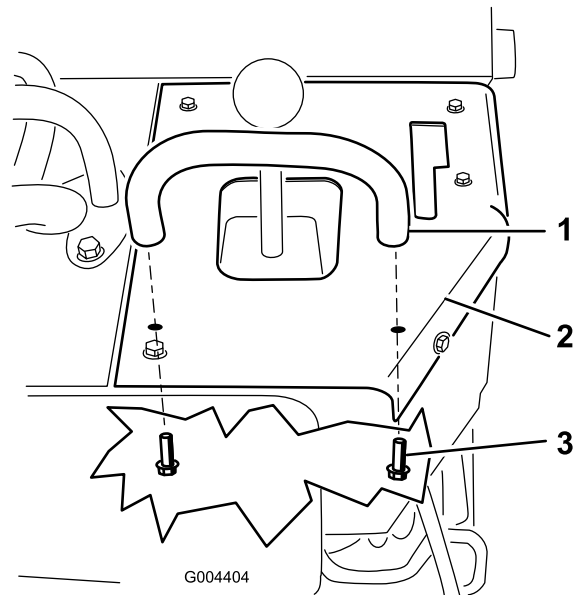

Figure 9
3. Fixez la barre de référence au panneau de commande en insérant 2 boulons (5/16" x 3/4") par l'intérieur de la machine (Figure 9).